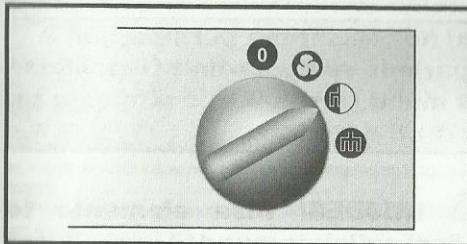

Fig. 6
- ▶ I степень нагрева – рис. 6